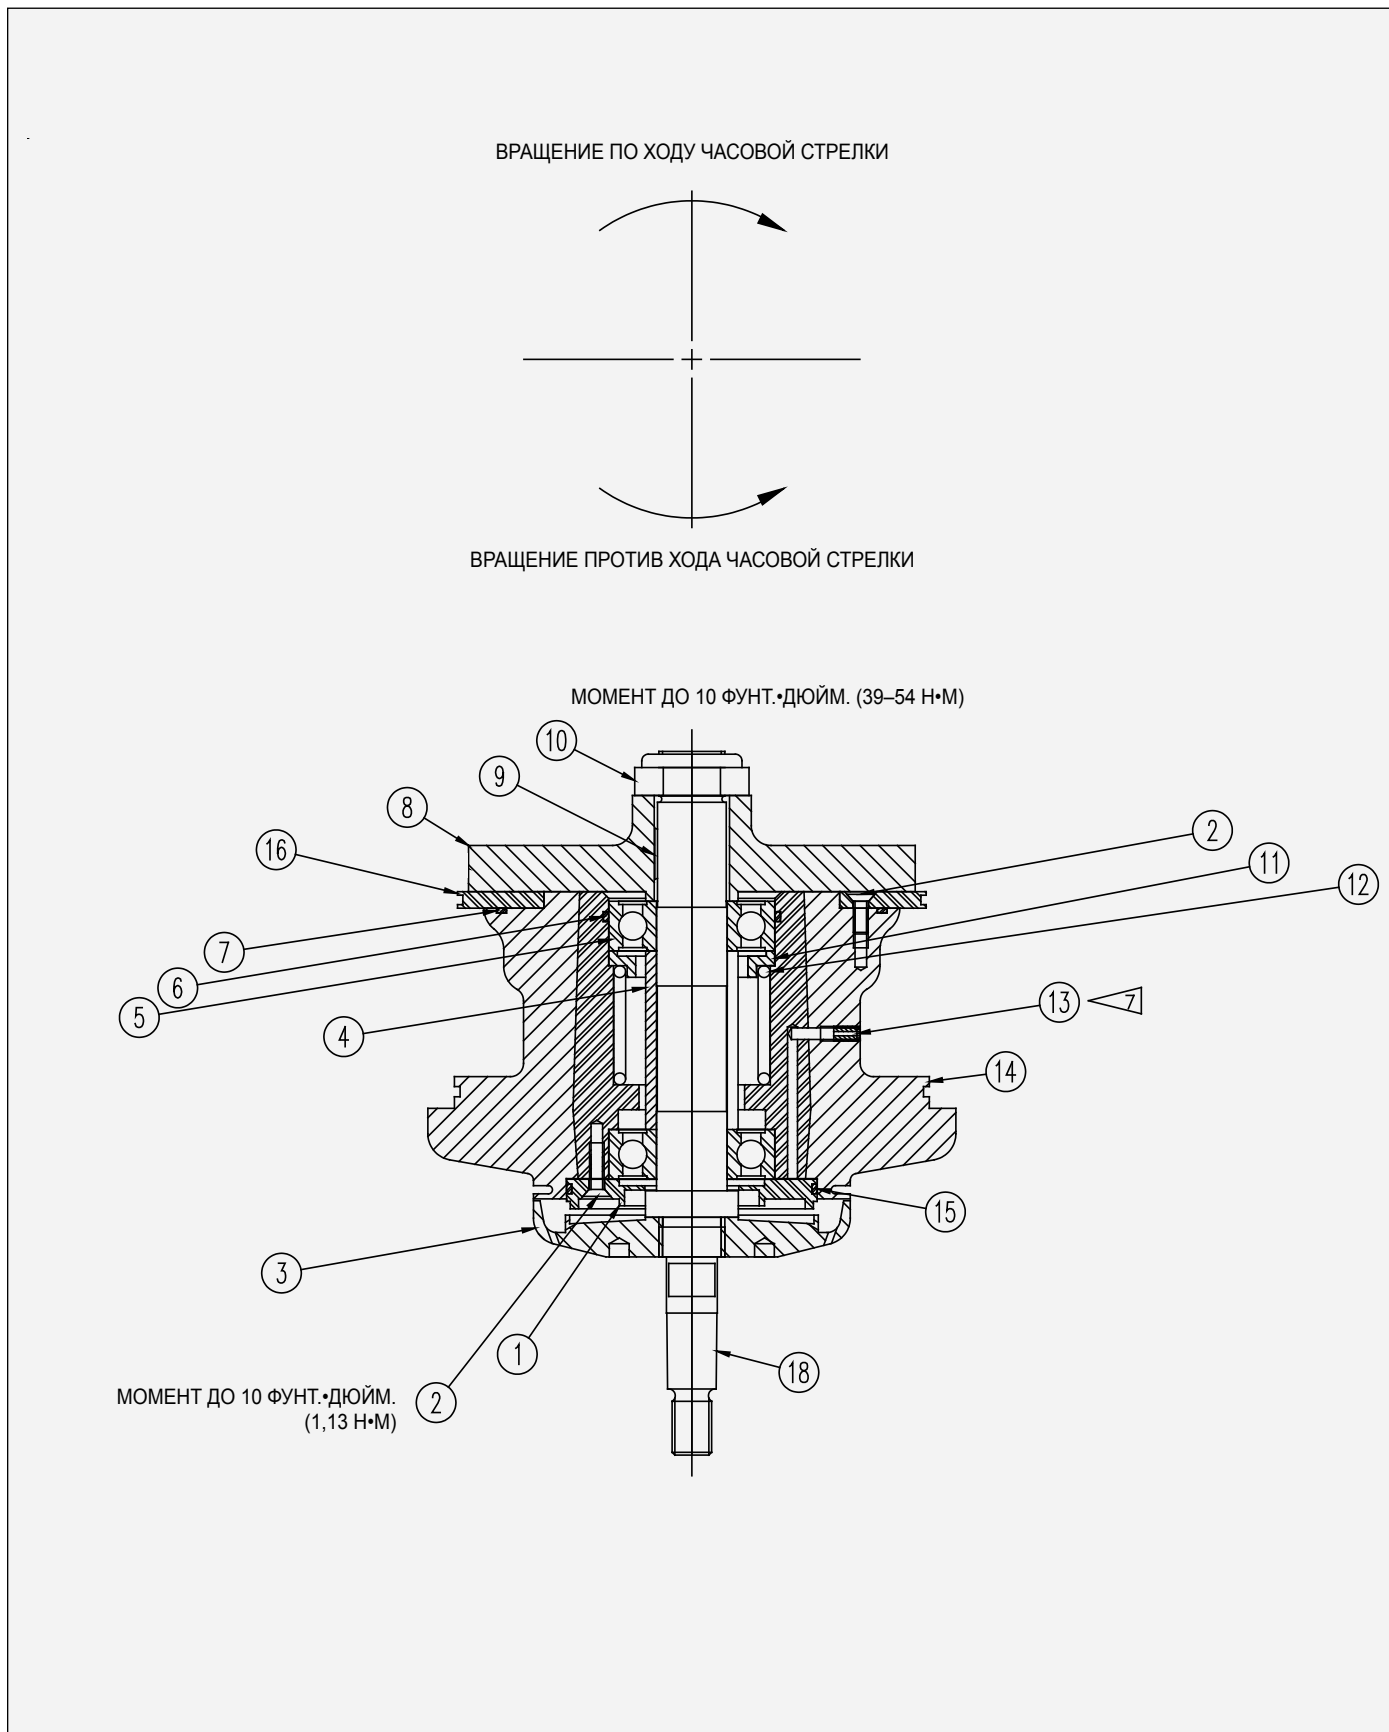

Рисунок 19: Картридж турбины в сборе 70879-XXX Turbodisk
КАРТРИДЖ ТУРБИНЫ В СБОРЕ 70879-XXX TURBODISK – ПЕРЕЧЕНЬ ДЕТАЛЕЙ (Рисунок 19)
ТАБЛИЦА «А» (рисунок 19)
**** ОПРЕДЕЛЕНИЕ ПУНКТОВ В ПЕРЕЧНЕ ДЕТАЛЕЙ (Рисунок 19)**